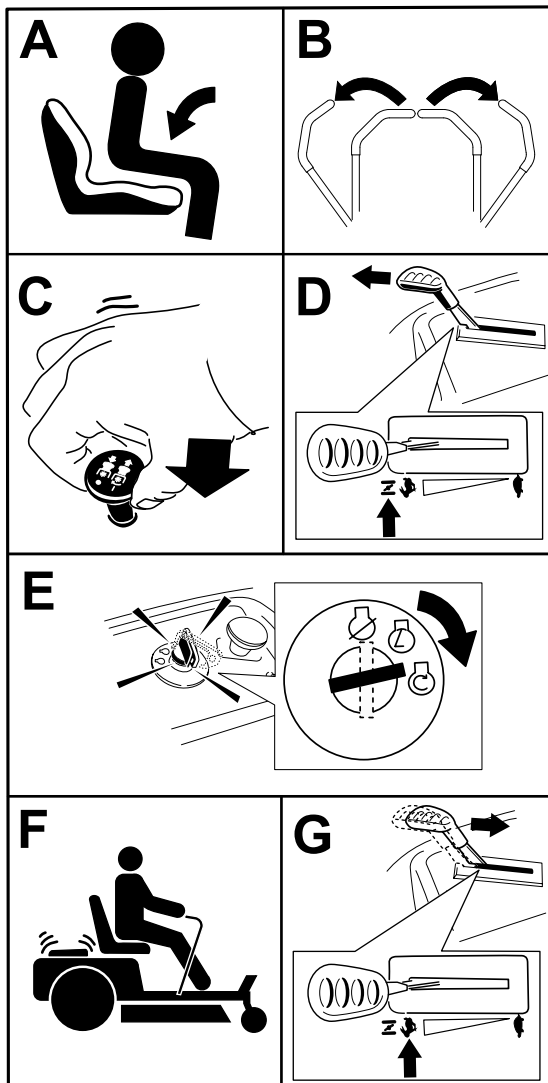

Figure 18
**Remarque:** Il peut être nécessaire de maintenir le levier contre la butée, en position starter, tout en essayant de démarrer le moteur (Figure 18).
1. Désengagez les lames en plaçant la commande des lames en position DÉSENGAGÉE (Figure 18).